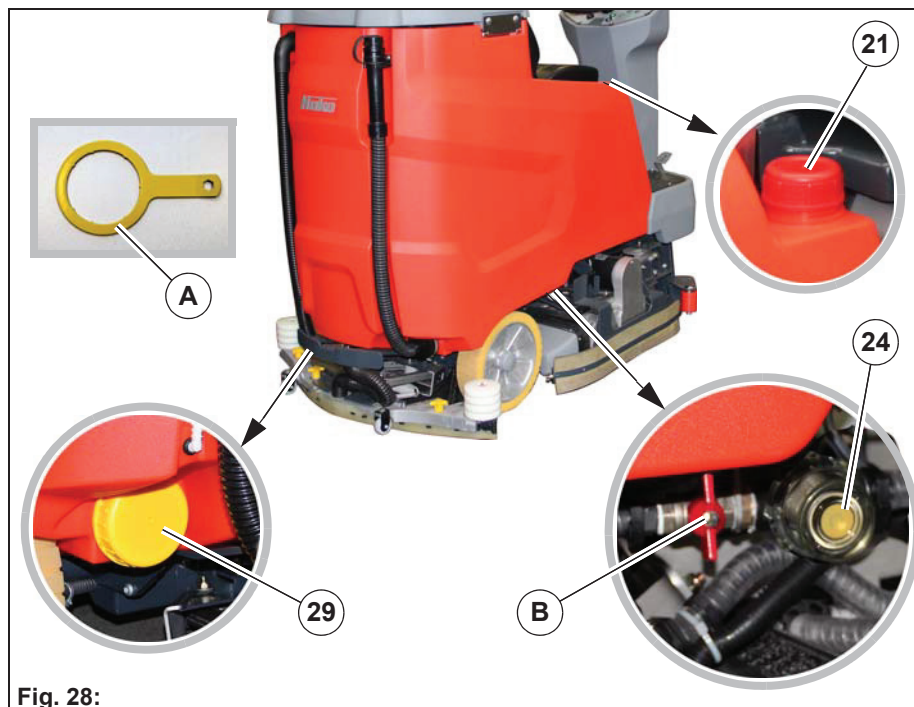

Fig. 28:
1. Fermer le robinet à bille **Fig. 28-B**, qui se trouve avant le filtre à eau fraîche.
Pour ouvrir et fermer le couvercle plus facilement, il est possible d'utiliser la poignée fournie **Fig. 28-A**.
2. Fermer le robinet à bille **Fig. 28-B**.
Pour ouvrir et fermer le couvercle de l'orifice de maintenance plus facilement, il est possible d'utiliser la poignée fournie **Fig. 28-A**.
1. Fermer le robinet à bille **Fig. 28-B**.